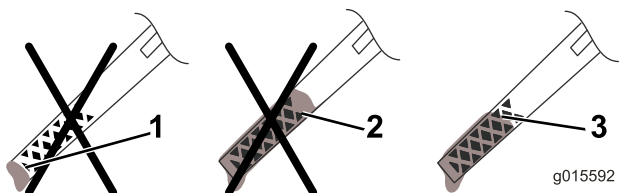

Figure 7
5. Sortez de nouveau la jauge et vérifiez le niveau d'huile (Figure 7).